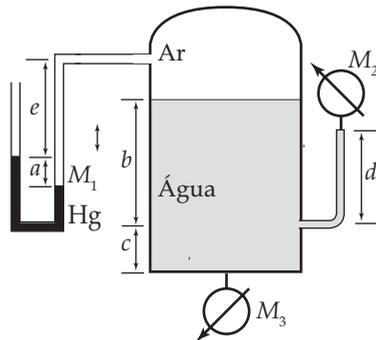

Figura Ep1.37
**Ep1.37** Observe a Figura Ep1.37. As densidades relativas do mercúrio e da água são  $d_{\text{Hg}} = 13,55$  e  $d_{\text{H}_2\text{O}} = 1,0$ . São da-